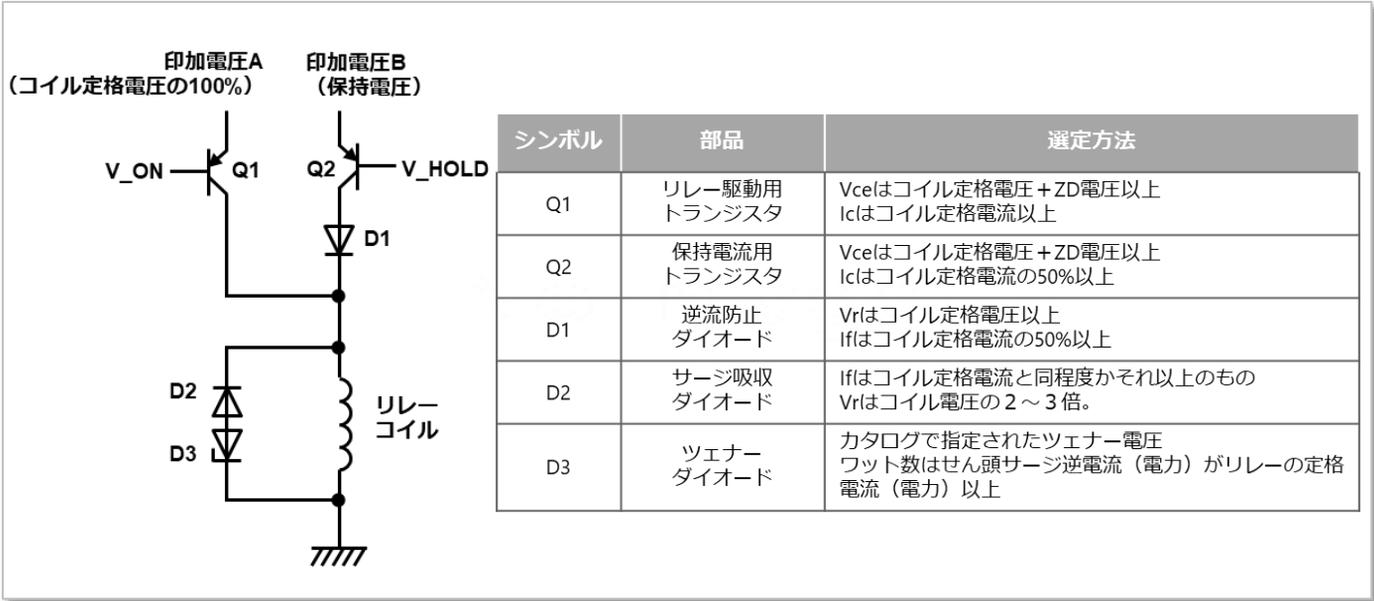
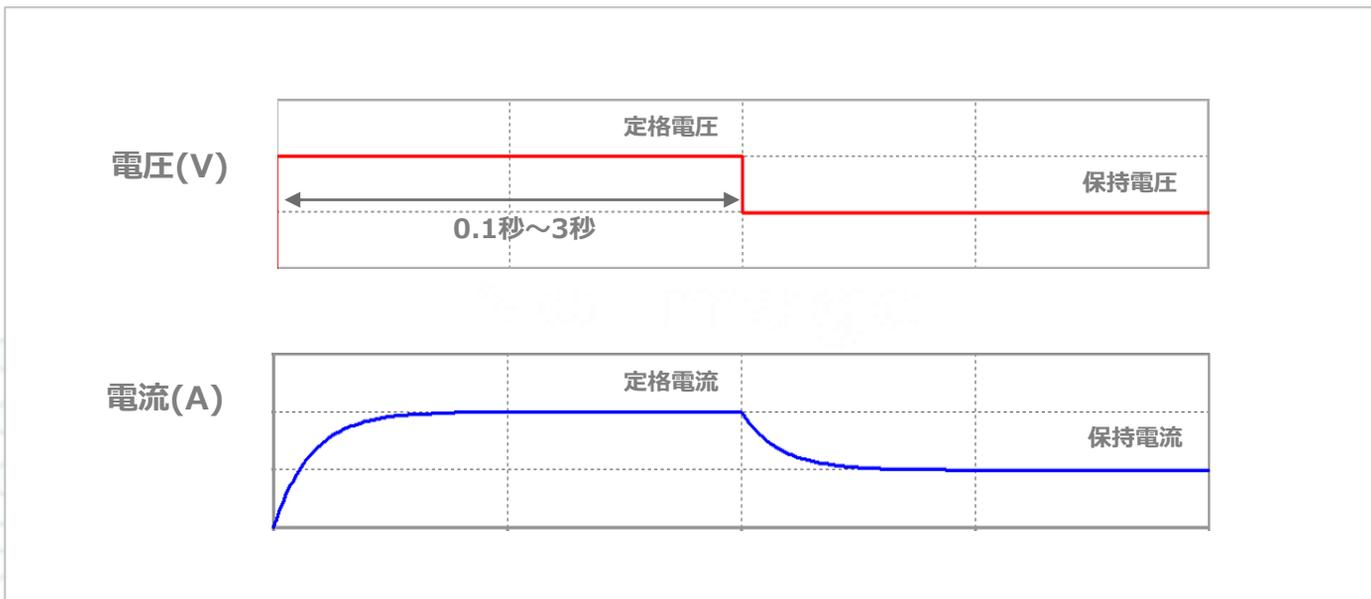

図13:スイッチによる推奨保持電圧回路例、周辺部品の選定方法
図14:スイッチによる保持回路におけるコイル電圧・電流波形例
コイル定格電圧 (A)とは別にコイル保持用の低電圧 (B)を用意できる場合は、スイッチによる切替で保持電圧へ切り替えることが可能です。50%の電圧へ切り替えると、電流も50%に半減するため、回路全体の消費電力を定格の1/4と大きく削減することができます。(図13、図14)